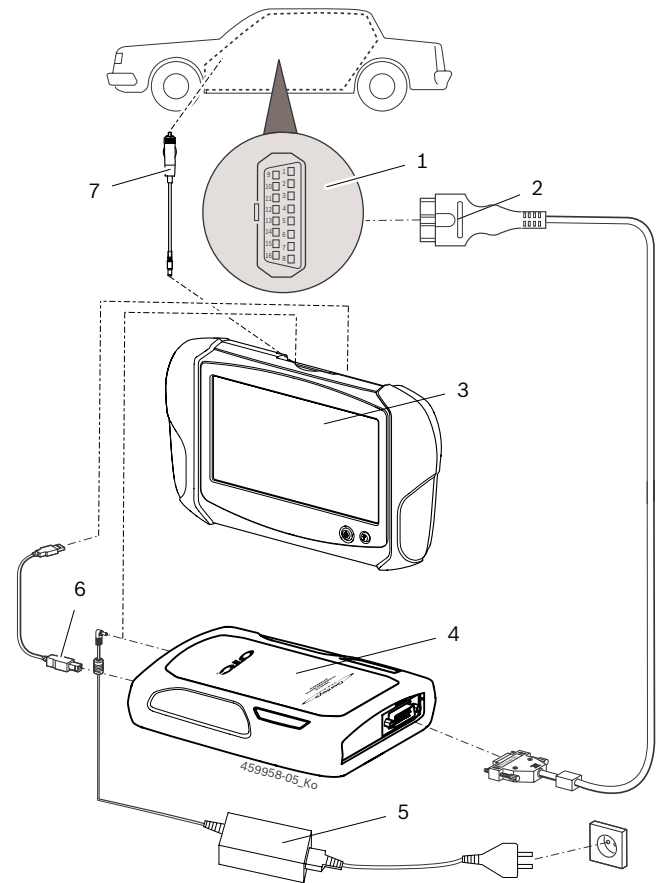

Abb. 6: Koblingsskjema D650
Tilkoblingen til diagnosegrensesnittet i kjøretøyet skjer via OBD-diagnoseledningen (Fig. 6, pos. 2).